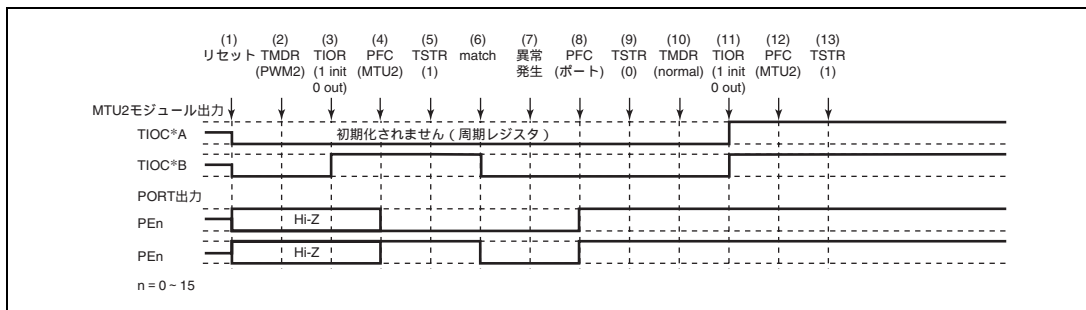

図 11.153 PWM モード 2 で異常が発生し、ノーマルモードで復帰する場合
PWM モード 2 で異常が発生し、再設定後ノーマルモードで再スタートする場合の説明図を図 11.153 に示します。
(1) ~ (9) は図 11.153 と共通です。
(10) PWM モード 1 を設定します。
(11) TIOR で端子を初期化してください (PWM モード 1 では TIOC*B 側は初期化されません)。
(12) PFC で MTU2 出力としてください。
(13) TSTR で再スタートします。
(15) PWM モード 2 で動作中に異常が発生し、PWM モード 2 で再スタートする場合の動作
(10) PWM モード 2 で再スタートする場合には必要ありません。
(11) TIOR で端子を初期化してください (PWM モード 2 では周期レジスタの端子は初期化されません)。
(16) PWM モード 2 で動作中に異常が発生し、位相計数モードで再スタートする場合の動作
- (1) ~ (9) は図 11.153 と共通です。
- (10) 位相計数モードを設定します。
- (11) TIOR で端子を初期化してください。
- (12) PFC で MTU2 出力としてください。
- (13) TSTR で再スタートします。
(17) 位相計数モードで動作中に異常が発生し、ノーマルモードで再スタートする場合の動作